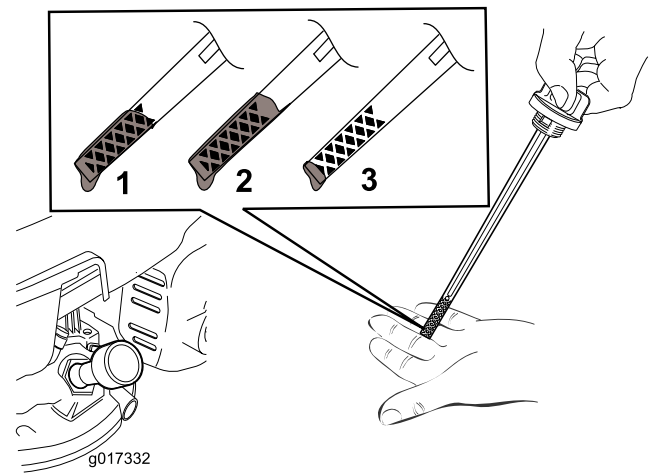

Figura 6
2. Togliete l'asta di livello (Figura 6).